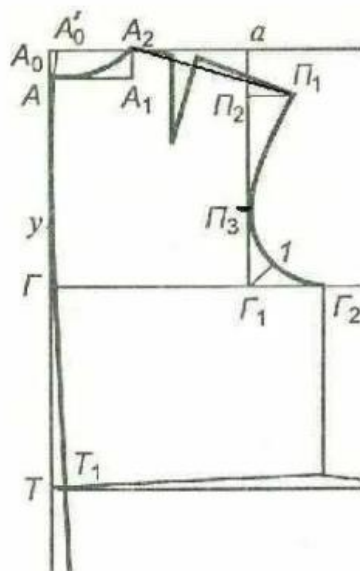

Рис.4.1- Построение пройма спинки БК.
2. Используя чертёжные принадлежности, выполнить чертёж средней линии и верхних срезов на миллиметровой бумаге (рис.4.1).